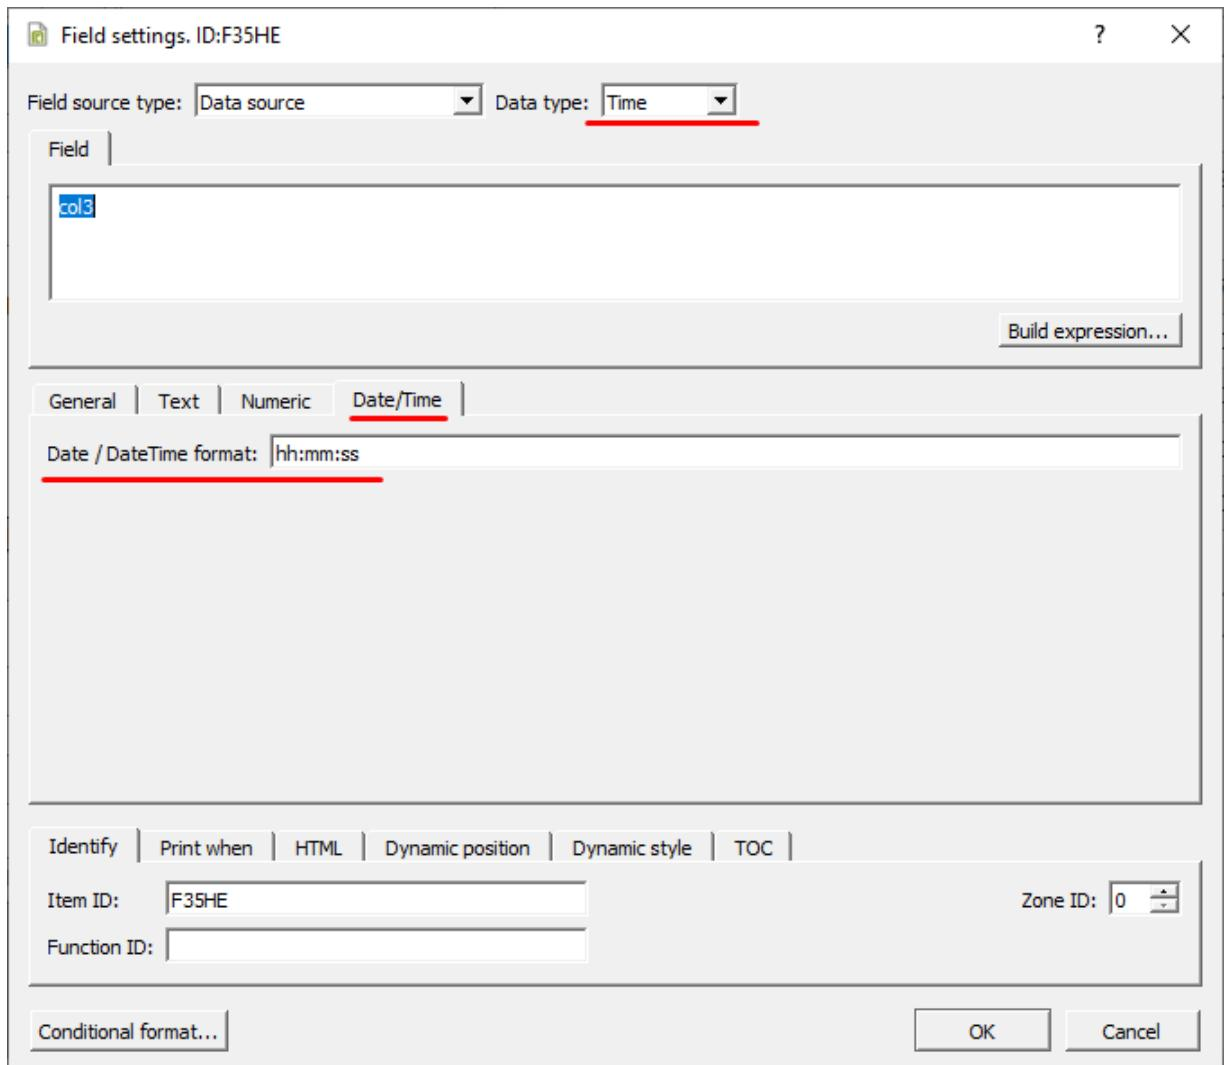

Рисунок 155 - Настройка табличных данных
4. Для колонки времени в графе **Field source type** выберите **Data Source**, в графе **Data type – Time**, в графике **Date/Time** впишите формат даты (Рисунок 155).